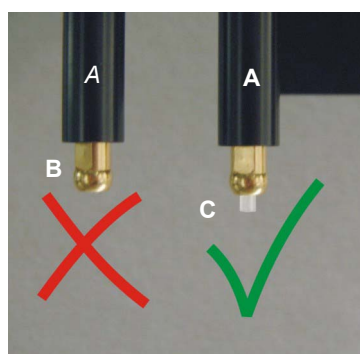

Рис. 7-35 Пипетирующая трубка MultiSense
- ◆ Убедитесь, что трубка не вставлена обратно в адаптер наконечника. Она должна выступать, как показано на Рис. 7-35 «Пипетирующая трубка MultiSense», фиг. 7-68.